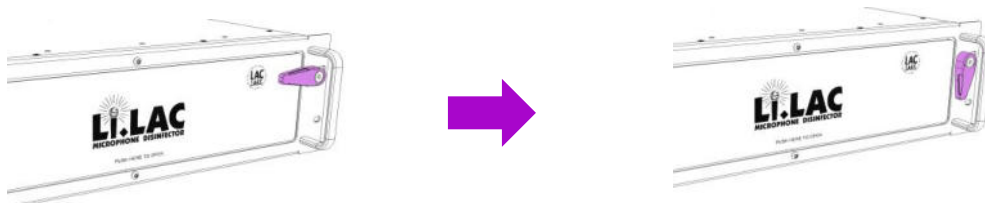

Fig. 2
1. Gire el pestillo 90° en sentido contrario a las agujas del reloj para desbloquear el bloqueo de transporte. (Fig. 2)